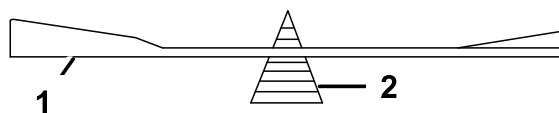

Figure 82
2. Vérifiez l'équilibre de la lame en la plaçant sur un équilibreur (Figure 82).